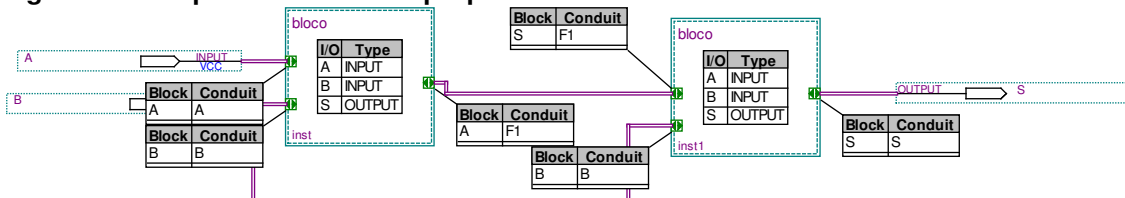

Figura 3.27 Pinos de entrada e saída interligados.
5. Esse mesmo procedimento deve ser feito para os pinos de entradas e saídas como mostra a Figura 3.27.